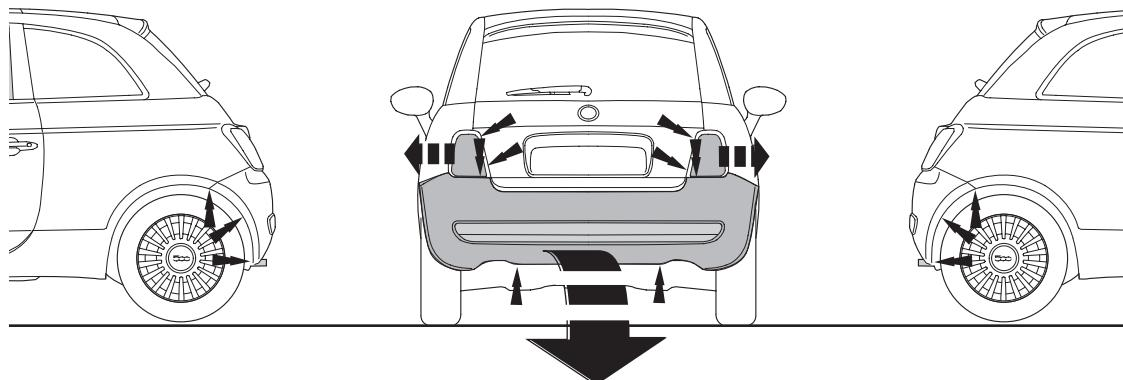

Fig.1
1. Die Stoßstange einschließlich des stählernen Stoßbalkens vom Fahrzeug abmontieren. (Siehe Abbildung 1).
2. Demonter den bageste lydpotte og løsn varmeskjoldet. (Se fig. 1).
1. Zdemontować z pojazdu zderzak wraz ze stalową belką zderzakową. (Patrz rysunek 1).